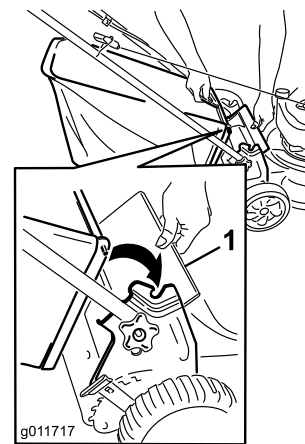

Figura 21
1. Levante el deflector trasero (Figura 21).
2. Introduzca el asa de la bolsa de recortes en las muescas de los soportes del manillar (Figura 21).